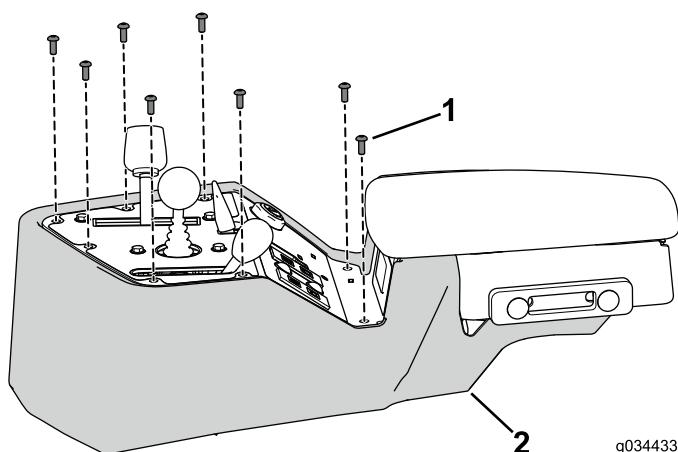

Figura 32
1. Utilizzate gli 8 bulloni rimossi in precedenza per fissare il coperchio della consolle al gruppo consolle (Figura 32).